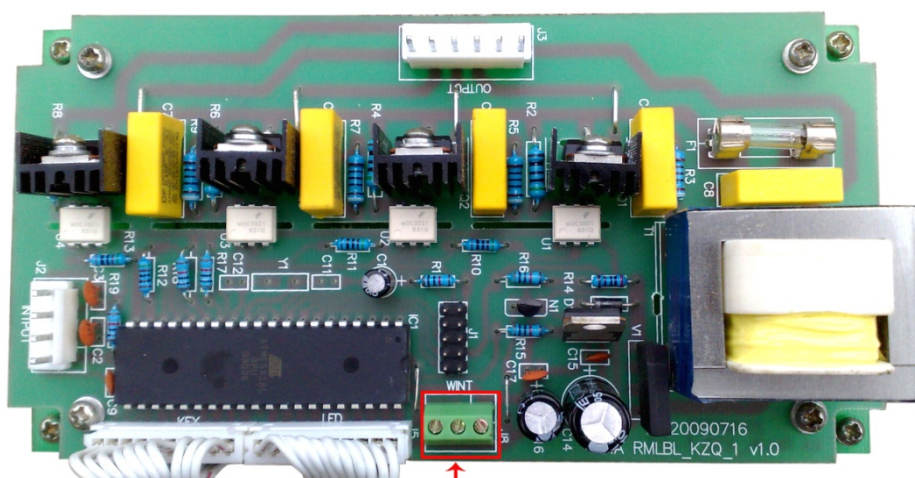

Figure 4. Bornier pour branchement du thermostat extérieur
- Dégagez l'isolant des fils de thermostat et branchez-les sur le bornier à vis à l'arrière du panneau de commandes (Voyez la Figure 4).